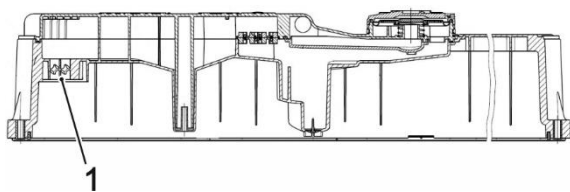

**Рис. 4.1.4 Крышка головки цилиндров**
2. Залить в отверстия первой ступени сапуна 1 (рис. 4.1.4) бензин-растворитель НЕФРАС С-2-80/120. Заполнение системы происходит медленно, для исключения вытекания бензина во внутреннюю поверхность крышки.